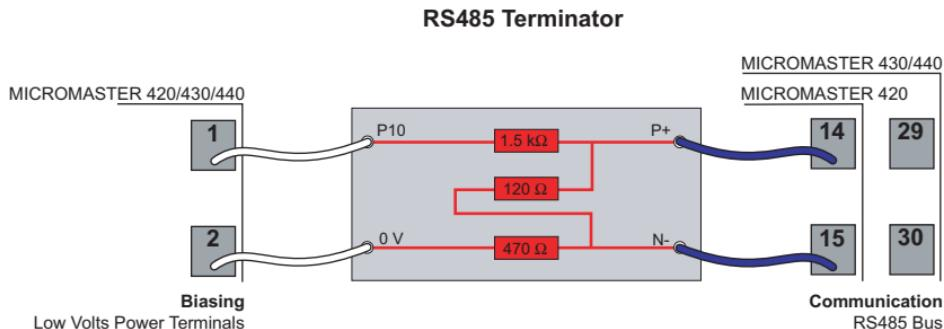
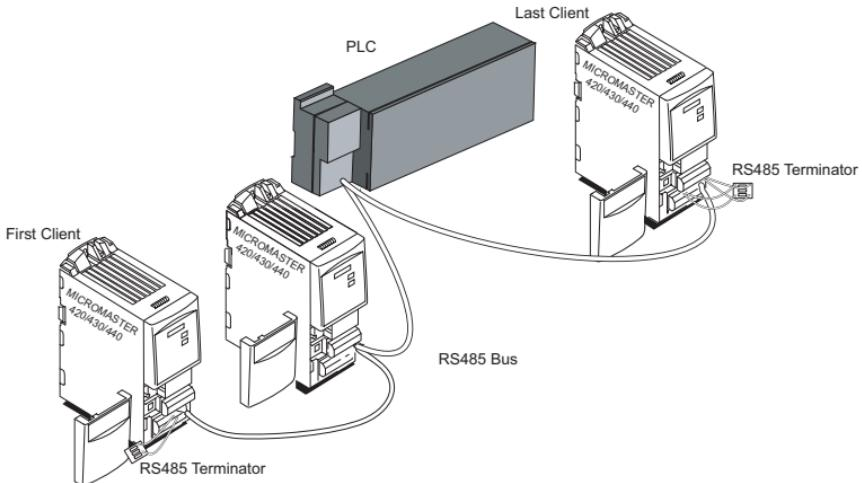

Figure 1.
Figure 2.
- When the MICROMASTER drive inverter is the last slave on the bus (Fig 2 on the right), and there are no other pull up/pull down resistors on the bus, the supplied terminator must be connected shown in Fig.1.
- When the MICROMASTER is the first slave on the bus (Fig. 2) the RS485 Terminator may be used to terminate the bus by using P+ and N- only, for the bus is powered by the last drive as explained.
- Ist der Umrüchter der letzte Slave auf dem Bus (im Bild 2), so ist dort P+ und N- des beiliegenden RS485 Terminators mit den RS485 Klemmen wie gezeigt (Bild 1) zu verbinden. P10 und 0V können zur Stromversorgung mit Klemme 1 und 2 verbunden werden.
- Ist der Umrüchter der erste Slave (Bild 2, links), so braucht man dort nur den Bus mit P+ N- zu terminieren.
**Zu beachten:** Die Stromversorgung mittels Pull-Up-/Pull-down-Widerständen muss immer zur Verfügung stehen, wenn die RS485 Kommunikation läuft! Weitere Informationen finden Sie in der FAQ Nr. (ID) 12462284 vom Siemens Drive Support unter <http://support.automation.siemens.com>
- Cuando el MICROMASTER es el último esclavo del bus (Fig. 2), y no hay ninguna resistencia pull up/ pull down en el bus, el terminador debe conectarse tal y como se muestra en la Fig. 1.
- Cuando el MICROMASTER es el primer esclavo del bus (Fig. 2) el terminador RS485 se usa para terminar el bus conectando sólo P+ y N-, ya que el bus es alimentado por el último convertidor.
**Nota:** Las resistencias pull up/ pull down deben alimentarse siempre que la comunicación RS485 esté en el progreso! Para más información consulte el FAQ Nr. (ID) 12462284 en la página del Customer Support de Siemens en la red: <http://support.automation.siemens.com>
- Quando il MICROMASTER è l'ultimo slave sul bus (fig. 2), e non ci sono altre resistenze di pull up/down, i terminatori forniti devono essere collegati come in fig. 1.
- Quando il MICROMASTER è il primo slave sul bus (fig. 2), il terminatore deve essere usato solo per connettere P+ e N-.
- 如果MICROMASTER变频器是总线上的最后一个从站(如图2中右面的一台变频器)，而且总线上没有其他的上拉/下拉电阻时，终端器必须按照图1所示的方法进行连接。
- 如果MICROMASTER变频器是总线上的第一个从站(如图2中左面的一台变频器)时，RS485的两个端子可以作为总线的终端，只使用P+和N-，关于总线由最后一台变频器供电的情况，请参看上面的说明。